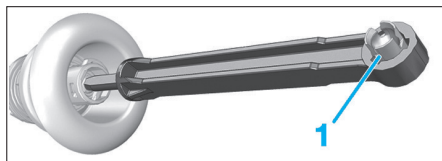

Fig. 8
- Vérifier que le clip de verrouillage (1) du cylindre émetteur d'embrayage neuf est dans la bonne position (Fig.8).